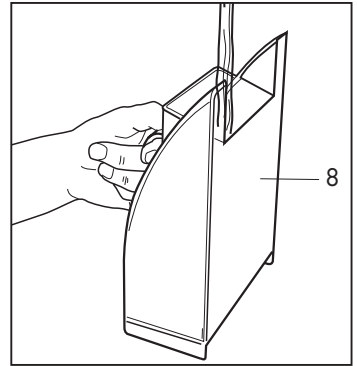

Fig. 2
- Llenar el depósito con agua fresca por un máximo de 1 l. **(Fig.2)**